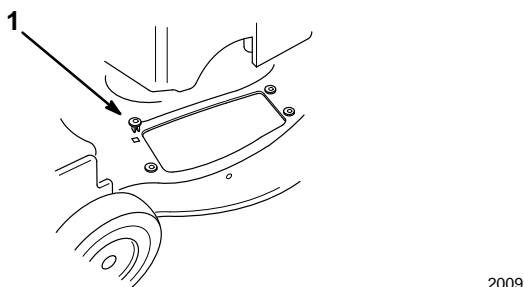

Figure 37
5. Insérer les quatre oeillets fournis avec le sac de ramassage dans les quatre trous carrés du carter de tondeuse (Fig. 37).